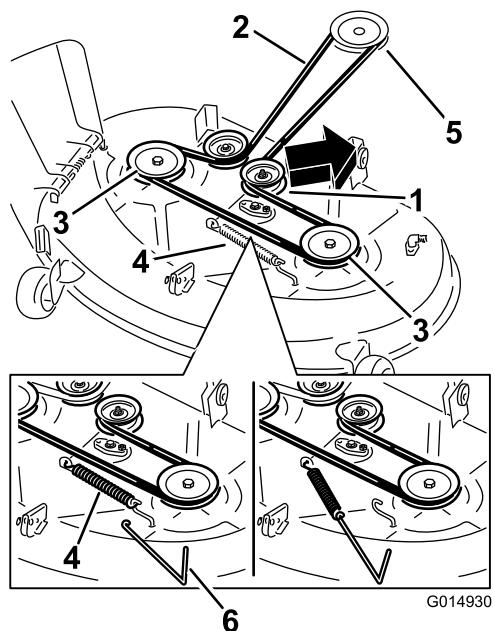
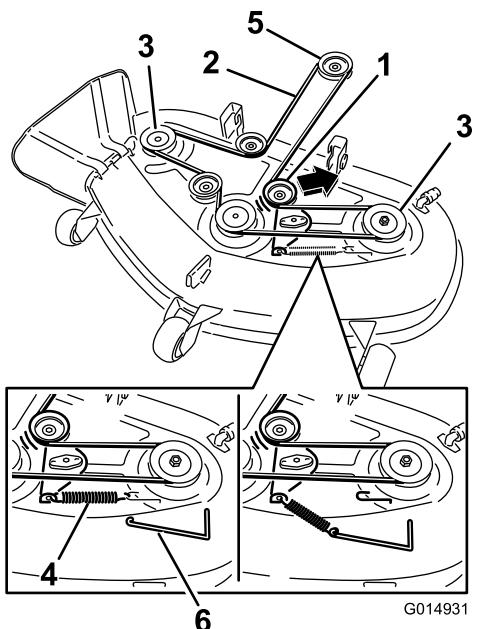

Figure 71
Figure 72
4. À l'aide d'un outil de dépose de ressort, décrochez le ressort du crochet sur le plateau pour éliminer la tension sur la poulie de tension et déchaussez la courroie des poulies (Figure 71 et Figure 72).
5. Acheminez la courroie neuve autour des poulies du moteur et du plateau de coupe (Figure 72).
6. À l'aide d'un outil de dépose de ressort, accrochez le ressort à l'ergot sur le plateau pour tendre la poulie de tension et la courroie de plateau de coupe (Figure 71 et Figure 72).